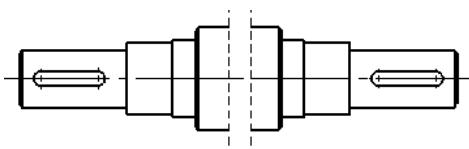

图 9.4.35 “直线切断”折断样式
- **直线** 选项：折断线为直线，如图 9.4.35 所示。